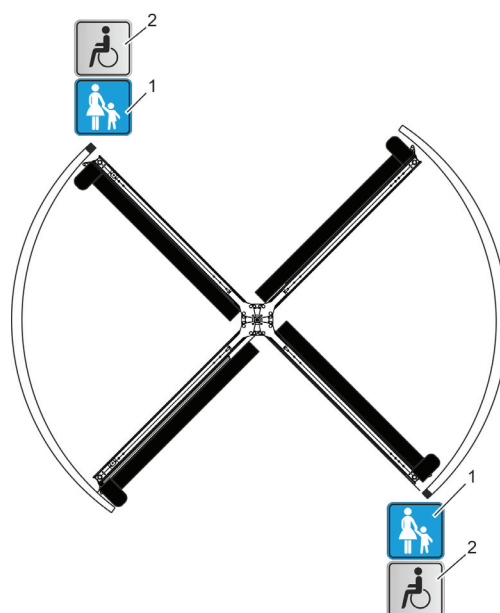

Рис. 21 Общее изображение маркировки/табличек с инструкциями
- Нужно держать детей за руку (рис. 21/1)
- Кнопка для пропуска инвалидов* (рис. 21/2)